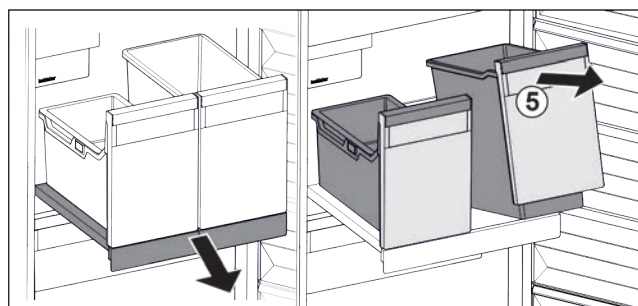

Fig. 23
- ▶ Приподнимите контейнеры Fig. 23 (5) спереди.